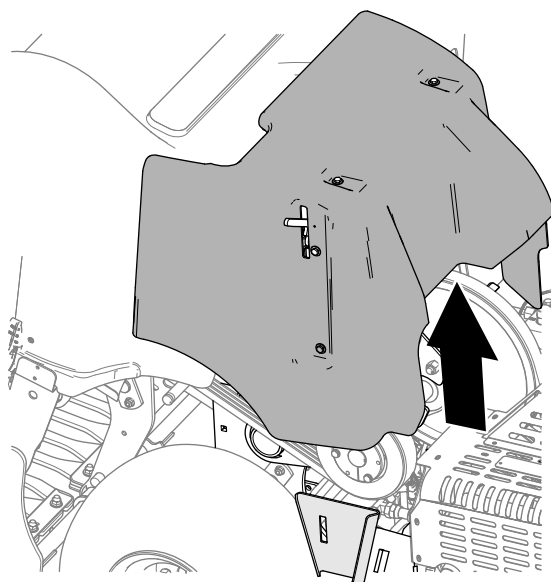

**Figura 132**
3. Sollevate il copricinghia dalla macchina (Figura 132).